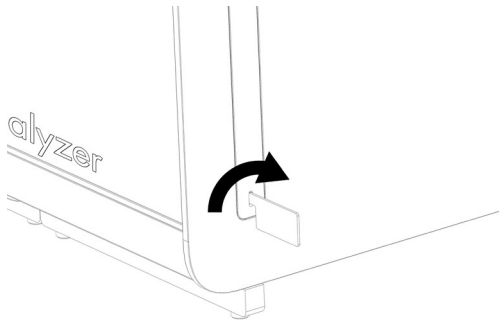

图 15. 拆卸防护罩。
3. 使用 QIAstat-Dx Analyzer 1.0 随附的防护罩拆卸工具拆卸分析模块侧面的防护罩（图 15）。